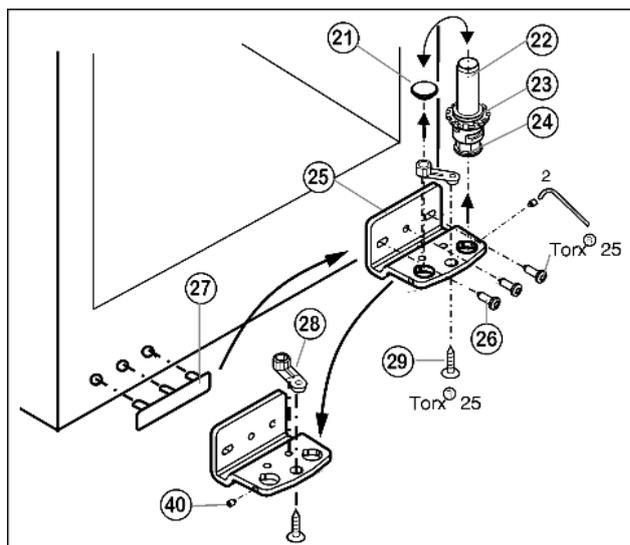

Fig. 6
- Svitare di circa 1 giro la vite di fermo Fig. 6 (40) con la chiave a brugola in dotazione.
- Togliere completamente il perno di supporto Fig. 6 (22) con lo spessore Fig. 6 (23) e il piedino di regolazione Fig. 6 (24), estrarre tirando verso l'alto.
- Togliere il tappo Fig. 6 (21).
- Svitare il blocco di supporto Fig. 6 (25).
- Svitare completamente la vite di arresto Fig. 6 (40) e avvitare sul lato opposto nel blocco di supporto, finché non è a filo con il blocco di supporto.
- Svitare Fig. 6 (28) l'elemento di supporto Fig. 6 (29) e spostarlo nel foro di alloggiamento opposto, serrarlo nuovamente.
- Inserire nuovamente il tappo Fig. 6 (21) nell'altro foro.
- Staccare la copertura lato maniglia Fig. 6 (27) facendo attenzione e spostarla sul lato opposto.
- Fissare nuovamente il blocco di supporto Fig. 6 (25) sul nuovo lato cerniere, eventualmente servendosi di un avvitatore a batteria (**a 4 Nm**).
- Inserire nuovamente il perno di supporto Fig. 6 (22), con lo spessore e il piedino di regolazione.
- Serrare la vite di fermo Fig. 6 (40).
- ▶ Appoggiare la porta inferiore dall'alto sul perno di supporto in basso Fig. 6 (22).
- ▶ Se necessario, allineare la porta sopra le due asole nel blocco di supporto in basso Fig. 6 (25) a filo con l'involucro dell'apparecchio. Svitare la vite centrale.